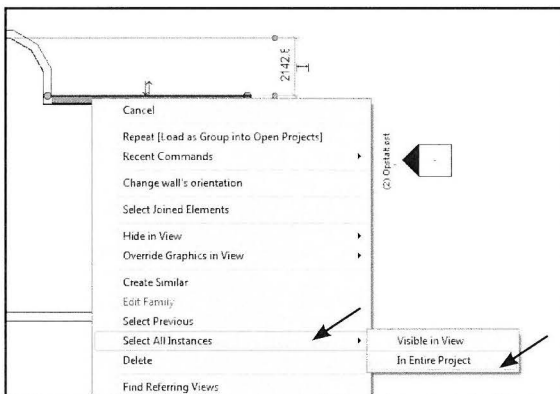

Fig. 14.44. Vælg alle vægge af samme type, ved at højre klikke på en af væggene - *Select All Instance - In Entire Project*.
- Tryk på en af fundamentsvæggene. Højreklik på den og vælg *Select All Instance - In Entire Project* (Fig. 14.44).